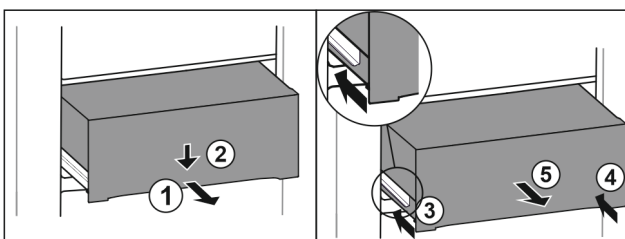

Fig. 164
- Schubfach halb herausziehen. Fig. 164 (1)
- Schubfach an der Vorderseite nach unten drücken. Fig. 164 (2)
- Linke Schiene etwa 2 cm einschieben. Fig. 164 (3)
- Rechte Schiene etwa 2 cm einschieben. Fig. 164 (4)
- Schubfach nach vorne entnehmen. Fig. 164 (5)